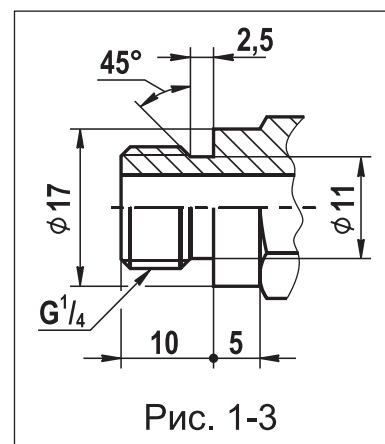

Рис. 1-3
10. Для подключения датчиков-реле давления или других устройств и приборов в корпусе клапана предусмотрены отверстия с резьбой G1/4, закрытые заглушками (кроме клапанов ВН1/2Н-0,2; ВН3/4Н-0,2; ВН1Н-0,2 и клапанов серии ВФ). Рекомендуемая форма конца присоединяемого штуцера, предназначенного для подсоединения датчика-реле давления и вкручиваемого в корпус клапана, приведена на рис. 1-3. Применяемое для уплотнения соединения - кольцо резиновое 014-017-19 ГОСТ 9833 ( $d_{\text{внутр.}}=13,6$  мм;  $s=1,9$  мм). Для уплотнения резьбы в месте подключения приборов используйте ленту ФУМ или аналогичный уплотняющий материал.